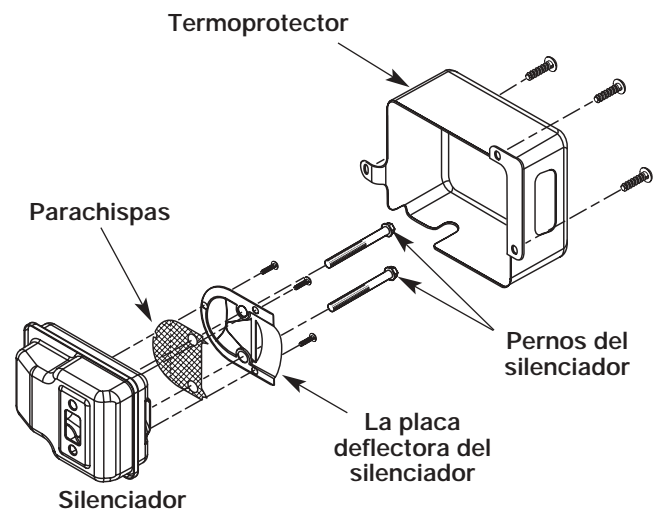

Fig. 14
4. Quite los tres tornillos restantes que sujetan la placa deflectora del silenciador al silenciador. Quite también los dos pernos. Use un destornillador de estrias para los tornillos y un destornillador torx T-25 para los pernos del silenciador (Fig. 14).